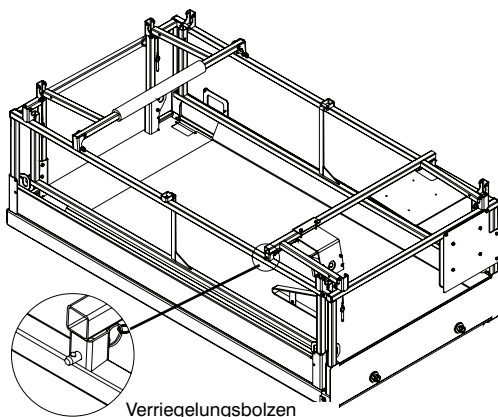

Abbildung 3-11c. Zusammengeklapptes Schutzgelenk
Geländerverlängerung am Montagepfosten befestigen. Sicherstellen, dass die Arretierkugel des Bolzens ganz durchgesteckt ist. (Siehe Abbildung 3-11c):
6. Verriegelungsbolzen sorgfältig aus dem Montagepfosten entfernen, die Geländerverlängerung hochklappen und mit Verriegelungsbolzen befestigen. Darauf achten, dass die Arretierkugel eines jeden Bolzens ganz durchgesteckt ist. (Siehe Abbildung 3-11c).